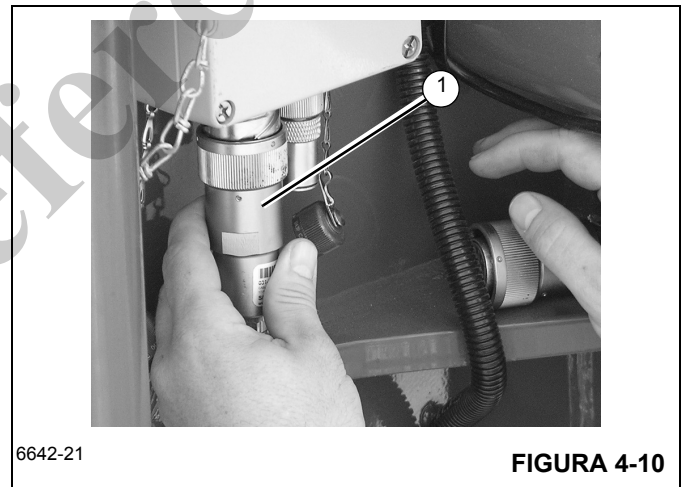

FIGURA 4-10
- c. Instale o conector da extremidade do cabo (1) (Figura 4-10) a partir da extensão da lança onde o plugue falso foi removido.